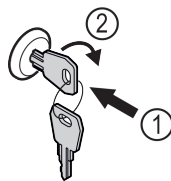

Fig. 205
- ▶ Trykk inn nøkkelen. Fig. 205 (1)
- ▶ Vri nøkkelen 90° med klokka. Fig. 205 (2)